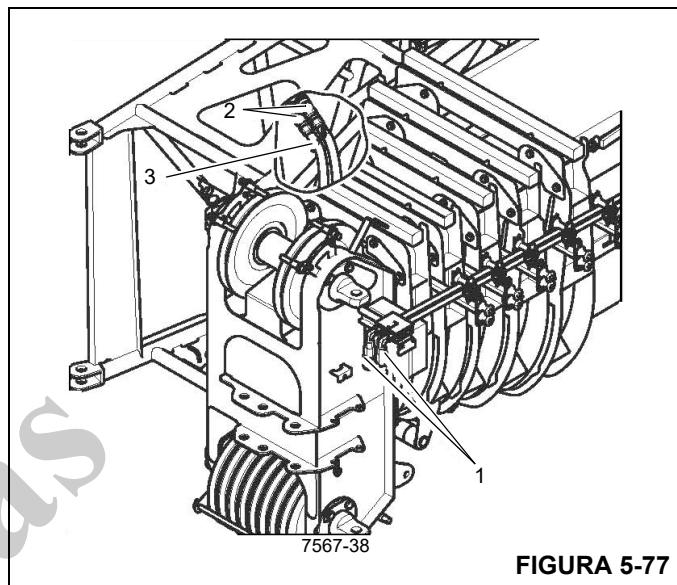

FIGURA 5-77
1. Remova as linhas de mangueira (2, Figura 5-77) das conexões (1).
2. Feche as linhas de mangueira e as conexões (1) com as tampas de proteção.
3. Fixe as mangueiras no suporte (3) na seção da base de extensão da lança.